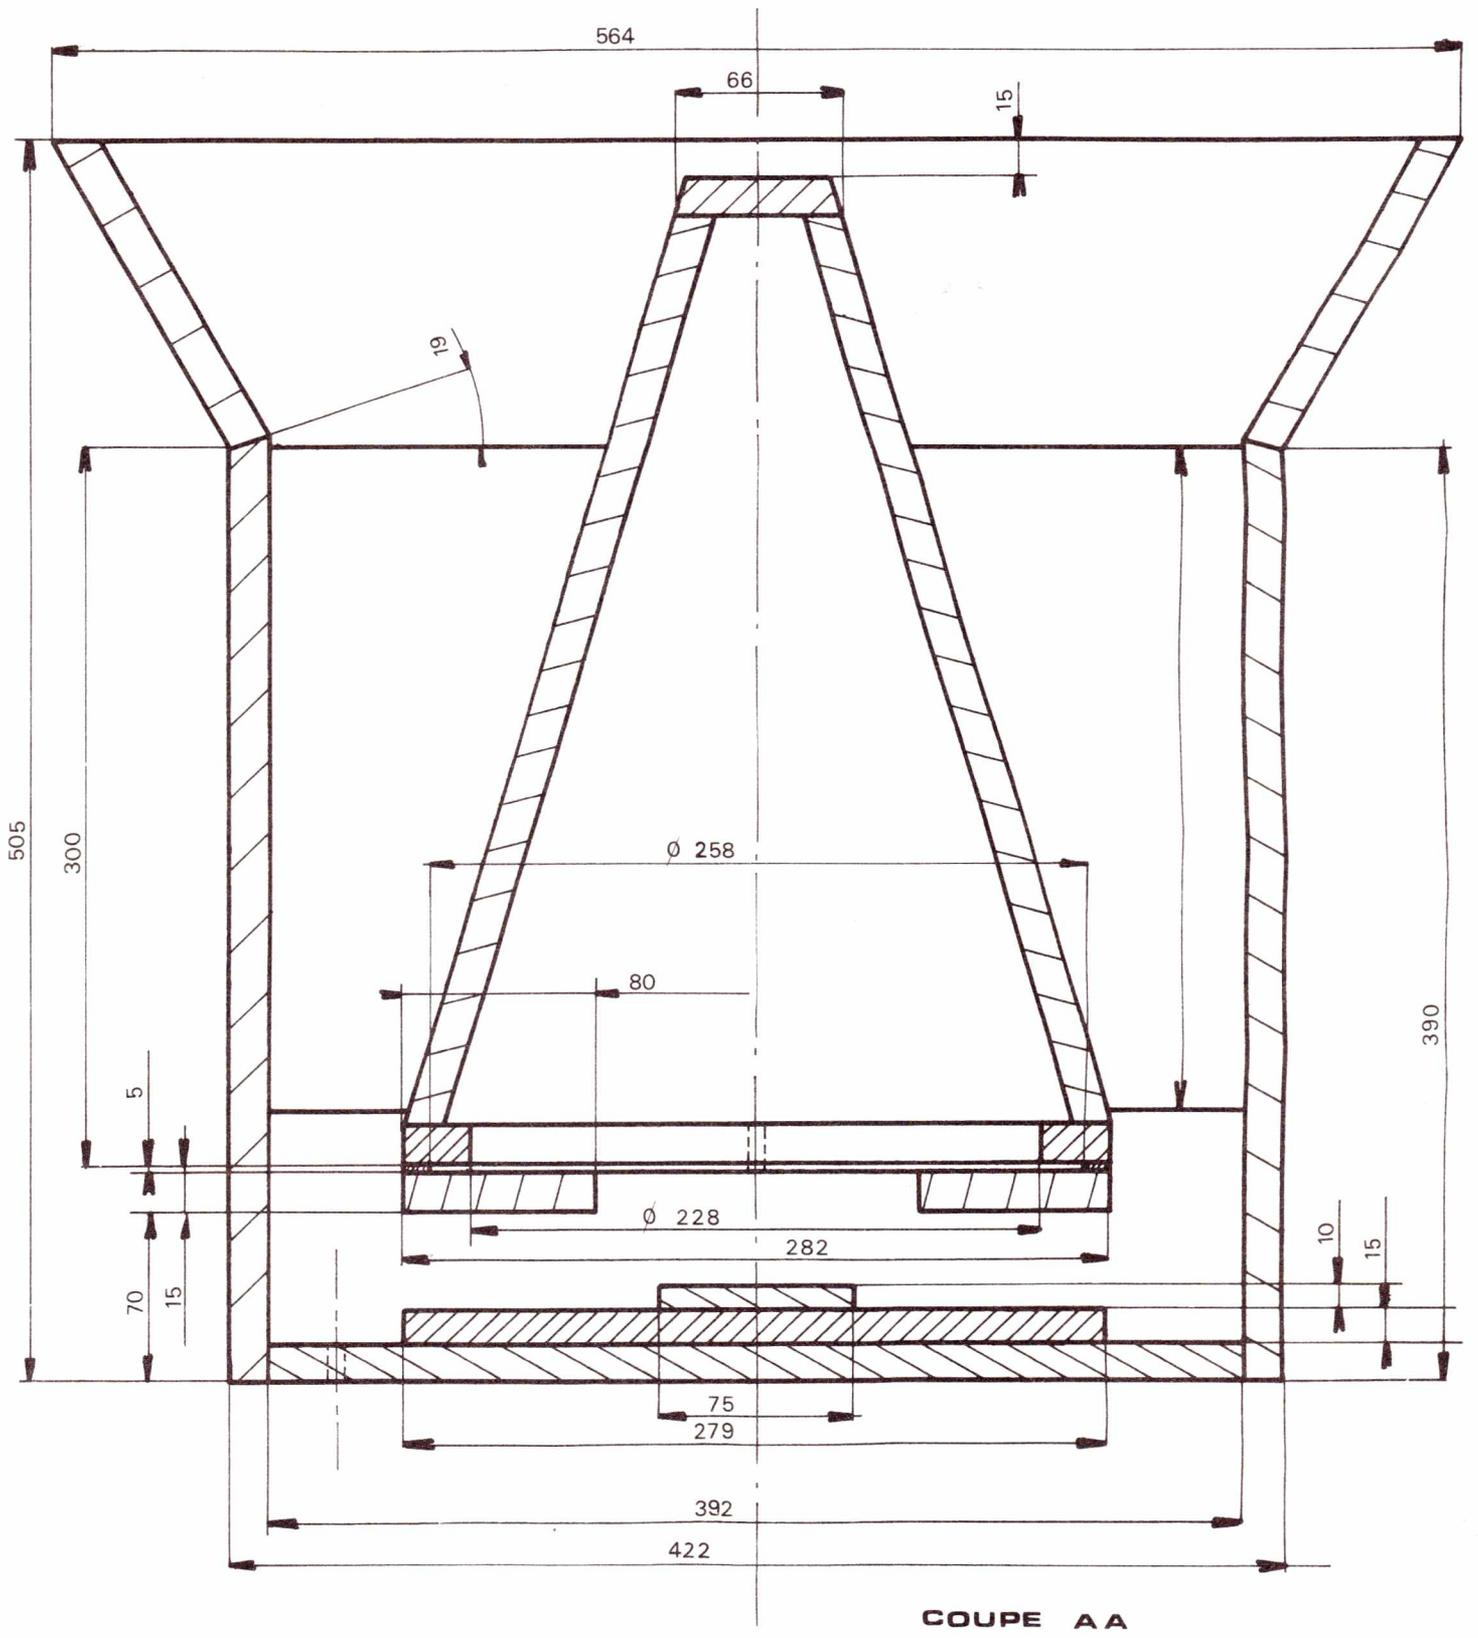

Figure 2
1) En se servant des plans cotes **figures 2 et 3**, tracer soigneusement à l'échelle 1 sur papier les différentes pièces de bois constituant l'enceinte en tenant compte des coupes d'angles, calculer votre métrage de bois nécessaire.